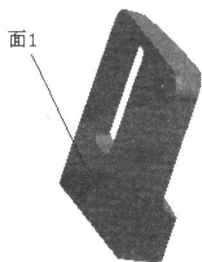

图 1-23 祛除面 1
- 祛除面（Pierced Face）=面1，见图1-23。